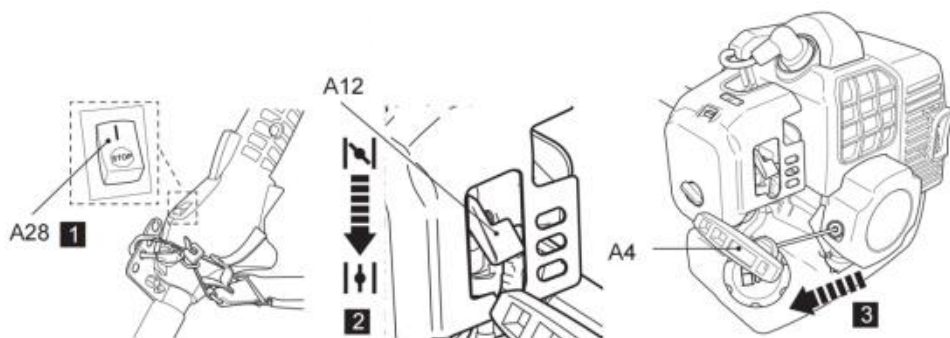

Fig. 40
5. Tirare leggermente la maniglia di avviamento a strappo (A4) fino a sentire resistenza, quindi tirarla rapidamente. Ripetere l'operazione finché il motore non si avvia (Fig. 40).